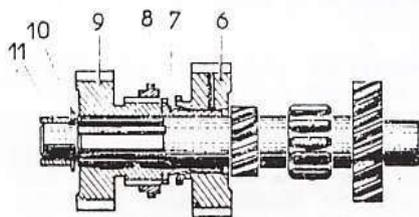

Fig. 71. — Equipement de l'avant de l'arbre intermédiaire
• Déposer le couvercle avant et l'arbre intermédiaire, la bague de réglage (4) et les rondelles de calage (3).
- la roue de surmultipliée (6) (fig. 71), les dents de clabotage vers l'avant ;
- le cône synchro (7) à filetage à droite.